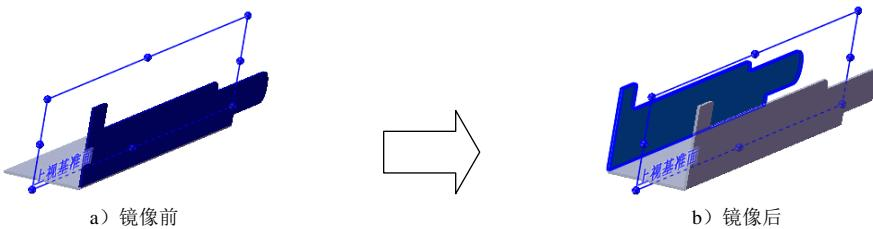

图 12.5.9 镜像 1
Step5. 创建图 12.5.9 所示的镜像 1。
- (1) 选择命令。选择下拉菜单 **插入(I)** → **阵列/镜向(E)** → **镜向(M)…** 命令。
- (2) 定义镜像基准面。选取上视基准面作为镜像基准面。
- (3) 定义镜像对象。选择边线法兰 1 和薄片 1 作为镜像 1 的对象。
- (4) 单击 按钮，完成镜像 1 的创建。